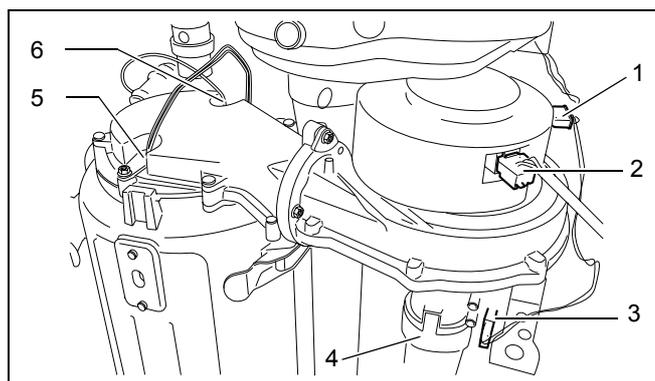

Fig. 48 Togliere la spina dal ventilatore e dall'apparecchiatura gas
- Staccare la spina dall'unità di miscelazione aria/gas (fig. 48, pos. 1, 2 e 3).
- Smontare il tubo di aspirazione dell'aria dall'unità di miscelazione aria/gas (fig. 48, pos. 4).
- Togliere la spina dall'elettrodo di ionizzazione (fig. 48, pos. 6) e dell'elettrodo di accensione ad incandescenza (fig. 48, pos. 5).